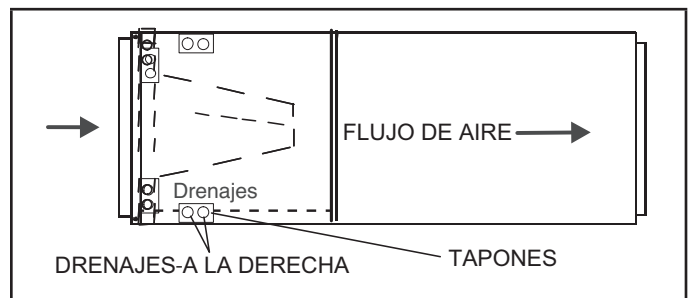

FIGURA 8. Configuración de descarga a la derecha
- 4 - La configuración horizontal se muestra en la Figura 8.